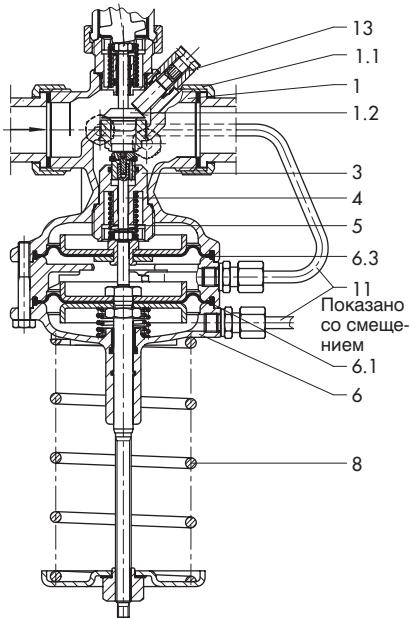

Рис. 5 · Тип 2487/5825, Ру 25
**Регулятор объёмного расхода и перепада давления тип 2487/582.** (рис. 5)